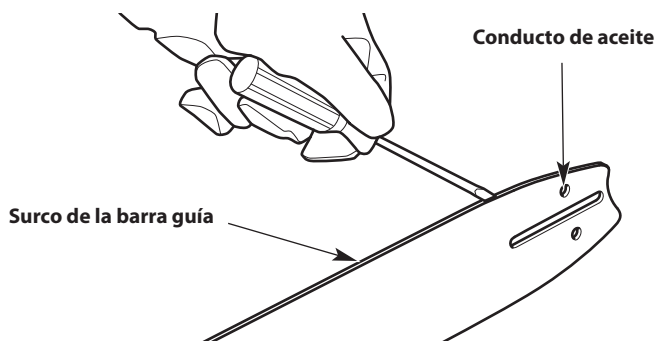
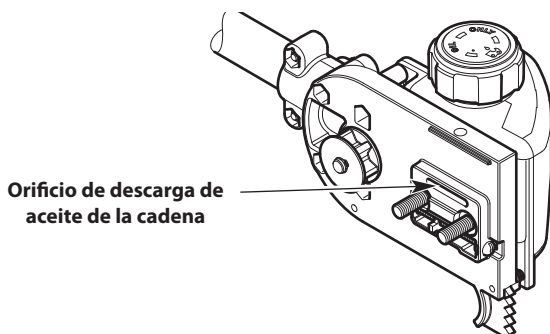

Fig. 19
Fig. 20
2. Limpie la canaleta de la barra de guía y los pasos de aceite siempre que se extraiga la cadena, cuando la unidad se ha usado mucho o cuando la cadena de la sierra parece estar sucia. Use un destornillador, una espátula, un cepillo de alambre o similar para retirar los residuos de la canaleta de la barra de guía (Fig. 19). Utilice un alambre liso y pequeño para eliminar cualquier desecho del orificio de descarga de aceite de la cadena (Fig. 20).